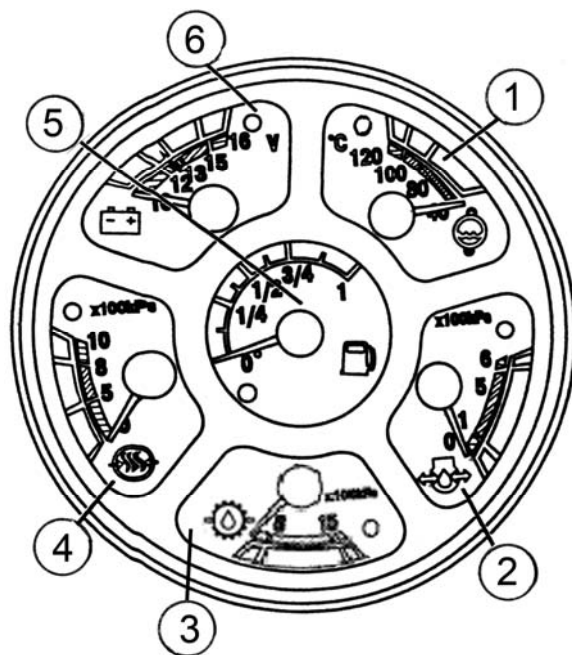

Рис. 9 Комбинация приборов
#### 2. Указатель температуры (1), рис. 9, работает в комбинации с терморезисторным датчиком температуры (ВК1) типа (ДУТЖ- 02М, диапазон сопротивления 243...22,5 Ом).